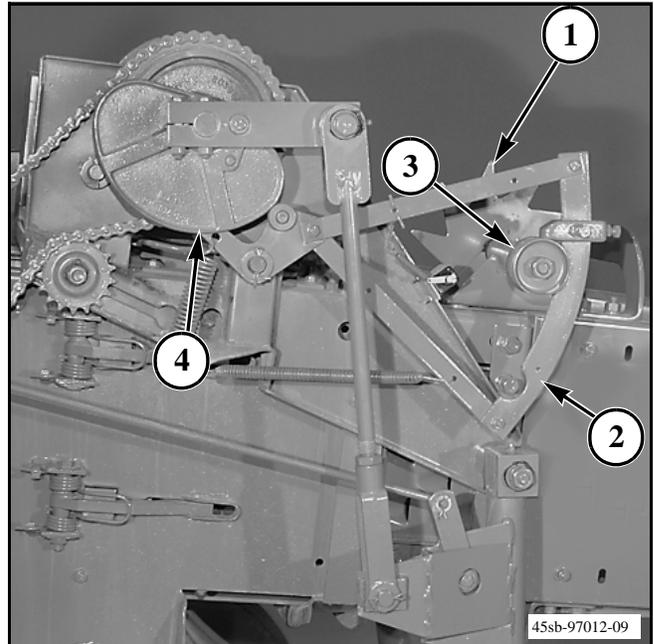

FIG. 45
FIG. 45: Posicione el conjunto de rueda de dosificación (1) de adelante hacia atrás de modo tal que el brazo de desplazamiento de la anudadora (2) quede alineado con el seguro del embrague. Ajuste el espacio a 5 mm (3/16 de pulg.) entre el carrete de dosificación (3) y el brazo de desplazamiento de la anudadora cuando el brazo de reinicio (4) esté en el punto más alto de la leva de reinicio (4). Para realizar un ajuste, afloje los pernos de montaje de la rueda de dosificación y mueva el soporte hacia adelante o hacia atrás, según sea necesario. Mantenga el eje de la rueda de dosificación en ángulos rectos con la cámara de fardos